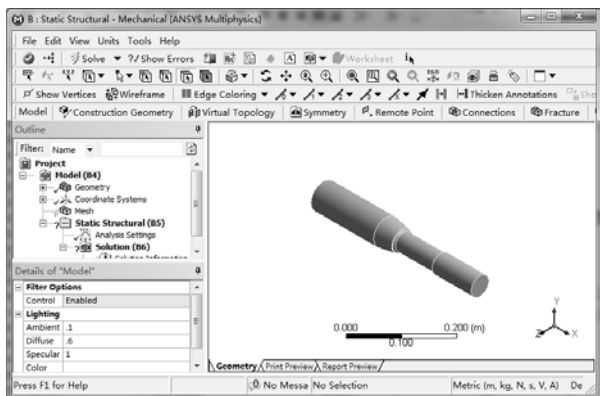

图 7-54 Mechanical 用户界面
1) 双击【Project Schematic (项目管理区)】中项目 B 的 B4 栏的【Model】项，进入 Mechanical 界面。在该界面下可进行网格划分、分析设置、结果观察等，如图 7-54 所示。